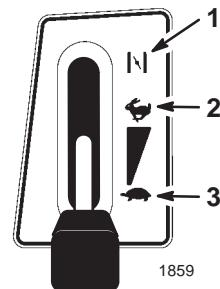

Bild 9
4. Stellen Sie den Gashebel auf Choke (Bild 9).
6. Schieben Sie den Gashebel, sobald der Motor ange sprungten ist, langsam auf Schnell (Bild 9). Stellen Sie, wenn der Motor aussetzt oder unregelmäßig läuft, den Gashebel für ein paar Sekunden wieder zurück auf Choke. Stellen Sie dann den Gashebel auf Schnell. Wiederholen Sie diesen Vorgang nach Bedarf.
1. Stellen Sie den Gashebel auf Schnell (Bild 9).